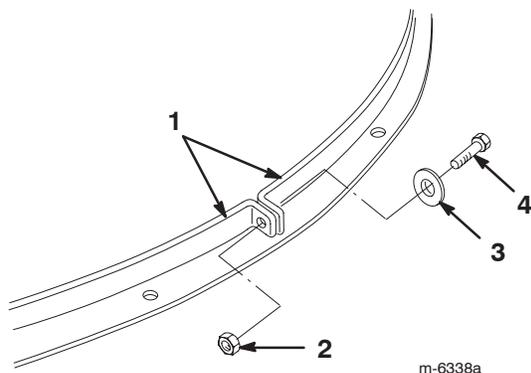

Figure 15
10. Retirez le boulon, la rondelle et l'écrou qui rapprochent les extrémités des 2 bandes (Fig. 15).
14. Rapprochez les extrémités des 2 bandes qui entourent l'obturateur Recycler, comme illustré à la Figure 15.
9. Retirez le boulon, la rondelle et l'écrou qui rapprochent les extrémités des 2 bandes (Fig. 15).
15. Rapprochez les extrémités des 2 bandes qui entourent l'éjecteur, comme illustré à la Figure 15.
16. Alignez les trous à l'extrémité des bandes et fixez les deux bandes ensemble à l'aide du boulon, de la rondelle et de l'écrou retirés précédemment (Fig. 15).